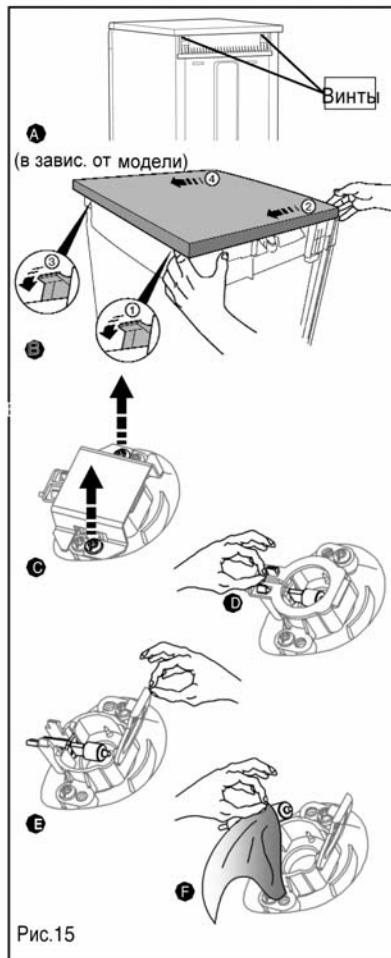

Рис.15
- Демонтируйте верхнюю крышку, отвинтив винты под краем верхней крышки (Рис.15 A).
- Снимите верхнюю крышку, отсоединив ее от задней части машины и протолкнув вперед на несколько сантиметров, чтобы сдвинуть (Рис.15 B).
- Снимите с машины верхнюю крышку, подняв ее вверх (Рис.15 C).
- Отвинтите 2 верхних винта с защитной крышкой и снимите ее (Рис.15 C).
- Откройте крышку, нажав на оба замка (Рис.15 D).
- Выньте одновременно колпачок и лампу (Рис.15 E).
- Замените лампу, вывинтив ее из отсека (Рис.15 F).